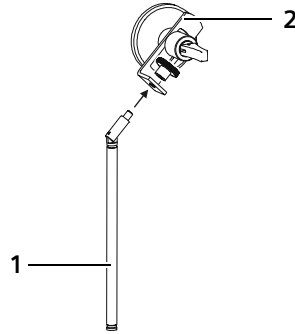

Abb. 3: Montage des Peilstabes an den Saugfuß
1. Peilstab (1) an den Saugfuß (2) gemäß Abb. 3 montieren.